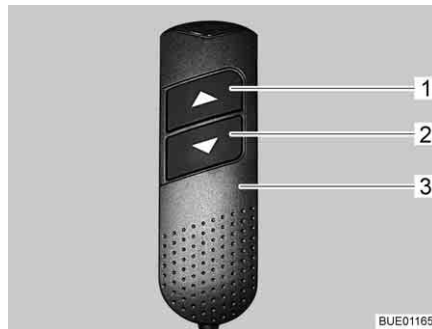

Fig. 113 Unidade de comando manual
- Na unidade de comando manual (Fig. 113,3), prima a tecla "▼" (Fig. 113,2) e mantenha-a premida. A parte dos pés é recolhida. As cabeceiras são levantadas.
- Na unidade de comando manual (Fig. 113,3), prima a tecla "▲" (Fig. 113,1) e mantenha-a premida. A parte dos pés é puxada para fora. As cabeceiras são descidas.
- Na unidade de comando manual (Fig. 113,3), prima as teclas "▼" (Fig. 113,2) ou "▲" (Fig. 113,1) durante o tempo necessário até ter obtido a posição pretendida.